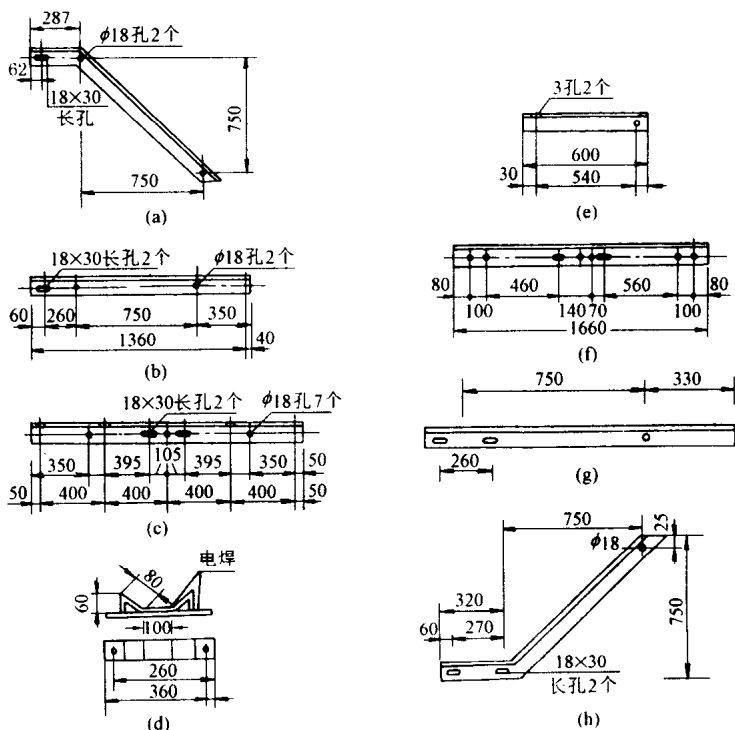

图 1-4 单杆变台部件加工尺寸图
(1) 单杆变台。它适用于安放 50kVA 以下的变压器，其结构形式如图 1-3 所示，主要部件尺寸见图 1-4，部件规格见表 1-1。